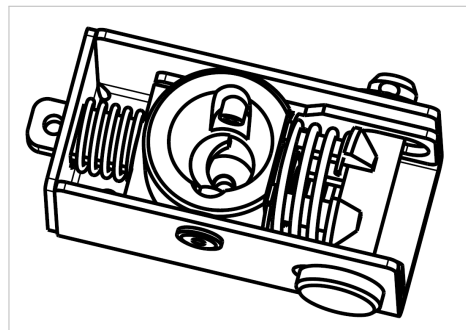

Abbildung 3: SET 3.2
- SET 3.2 (Abbildung 3) Standard Bauform zur Verwendung bei RWA-Geräten mit Lüftungsfunktion